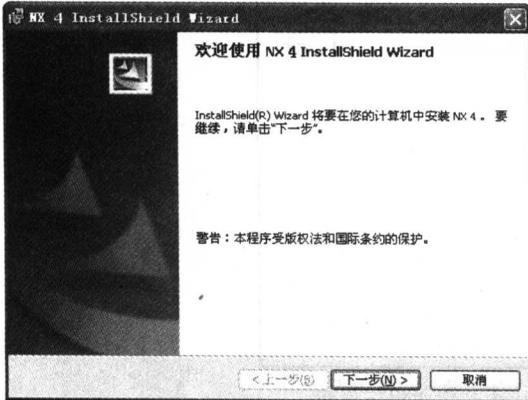

图 1-12 NX 4 安装向导界面
(3) 下面开始进入正式的 NX 4 安装向导界面，如图 1-12 所示。